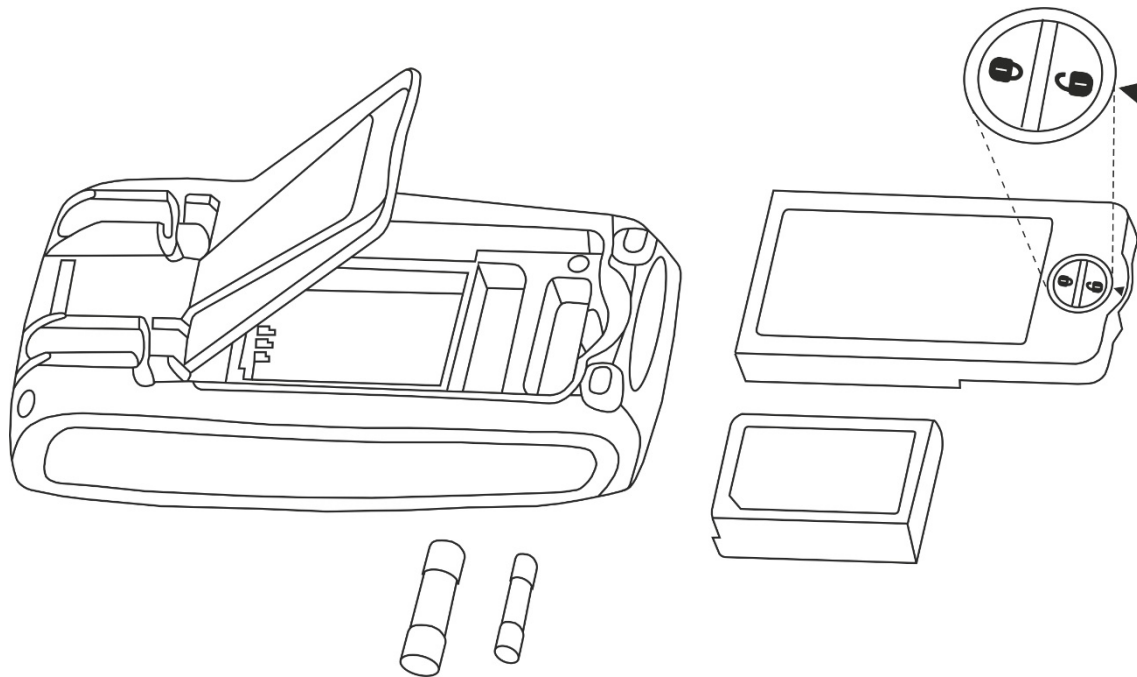

Abb. 32: Wechsel der internen Schmelzsicherungen
2. Drehen Sie die Befestigungsschraube des Batteriefachdeckels von Stellung "I" auf Stellung "II" und entfernen Sie den Deckel (siehe Fig. 32)